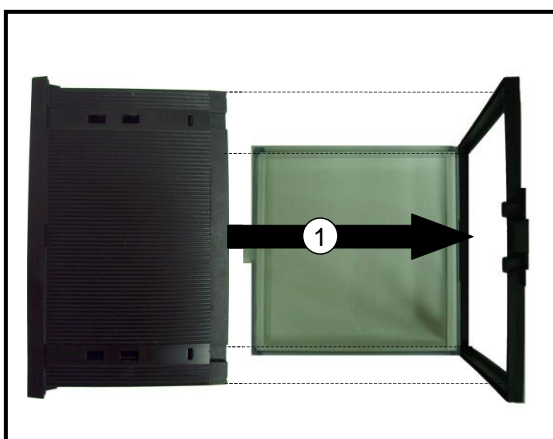

Fig. 3.1 – Inserimento del coperchio
1. inserire l'apparecchio nel telaio del coperchio (Fig. 3.1)